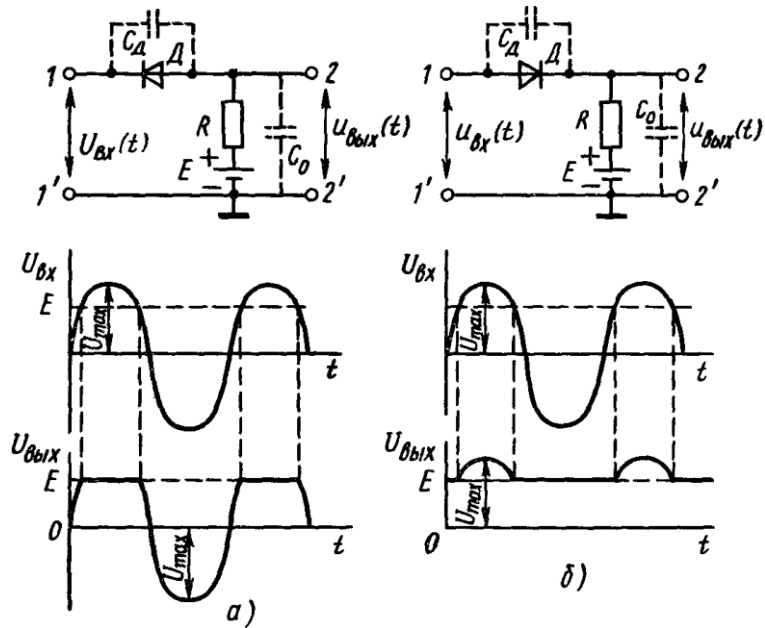

Рис. 19.22
- последовательные (рис. 19.22, а, б);
На рис. 19.22 приведены также их временные диаграммы напряжений. Когда напряжение на аноде диода отрицательно, диод заперт и выходное напряжение $U_{вых}(t) \approx E$, так как обратное сопротивление диода $R_{обр}$ значительно больше сопротивления нагрузки R . Если $U_d > 0$, то диод открыт и при условии, что прямое сопротивление диода $R_d \ll R$, напряжение на выходе почти равно входному. Следовательно, порог ограничения сигнала определен равенством нулю напряжения на диоде.
На рис. 19.22 приведены также их временные диаграммы напряжений.